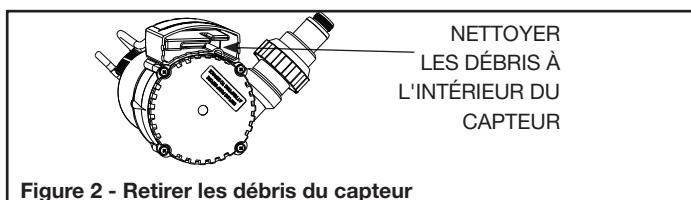

Figure 2 - Retirer les débris du capteur
7. Si la pompe fonctionne continuellement, débrancher l'appareil. Après l'avoir débranché, retirer le filtre et vérifier s'il y a des débris collés à l'intérieur du corps du capteur (Figure 2). Retirer les débris, saletés et feuilles coincés.